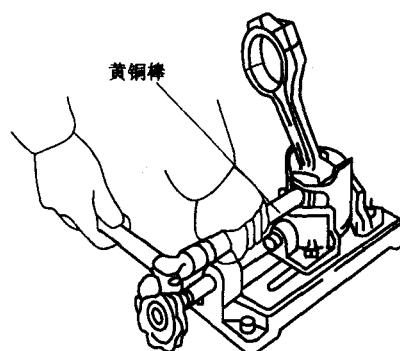

图 1-12 活塞销的拆卸
2) 将活塞连杆组浸入一定温度的热水中，并在热状态下拆下活塞销（如图 1-12）。